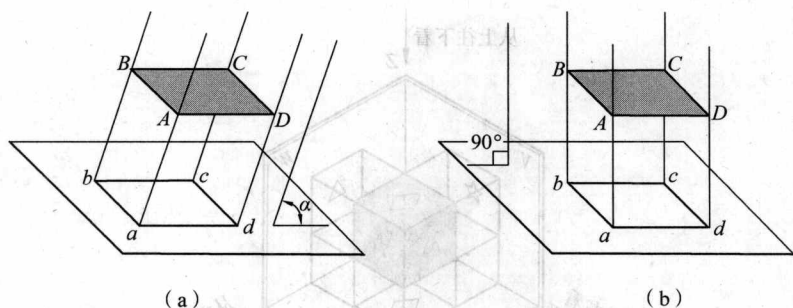

图 1-4 平行投影法
(1) 斜投影法。投射线倾斜于投影面的平行投影法。根据斜投影法所得到的图形称为斜投影图，如图 1-4 (a) 所示。
(2) 正投影法。投射线与投影面相垂直的平行投影法。根据正投
影法所得到的图形称为正投影图, 如图 1-4 (b) 所示。